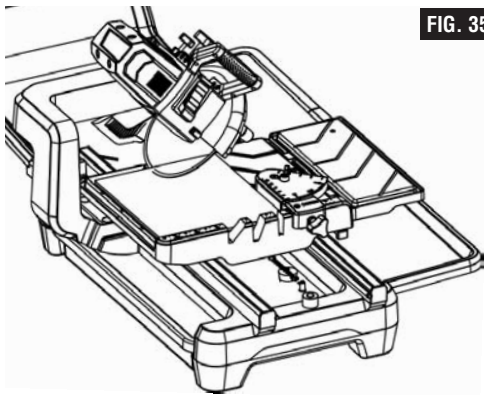

FIG. 35
- Con las manos colocadas firmemente sobre el tope-guía y la baldosa al mismo tiempo, mueva suavemente la mesa de trabajo hacia la hoja para hacer avanzar lentamente la baldosa hacia la hoja. Continúe empujando hasta que la hoja corte completamente a través de la baldosa (Fig. 35).